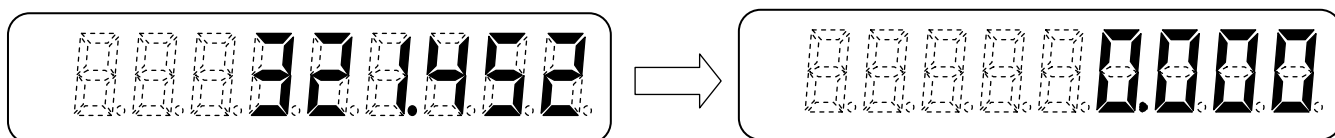

Рис. 12
- нажатием кнопки $\rightarrow 0$, в любой точке контролируемого перемещения, при этом текущее значение на индикаторе соответствующей оси обнуляется (рис. 12). ;